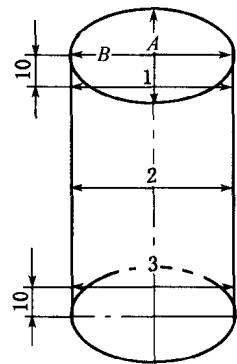

图 2-5 气缸缸径的测量位置
(3) 气缸缸径的测量。气缸缸径测量位置, 见图 2-5, 在点 1、2、3 处先测 A 向, 后测 B 向; 点 1 离气缸上平面为 10 mm、点 2 在气缸中间位置、点 3 离气缸下平面为 10 mm。缸径圆度误差应不大于 0.05 mm、圆柱度误差不应大于 0.125 mm。